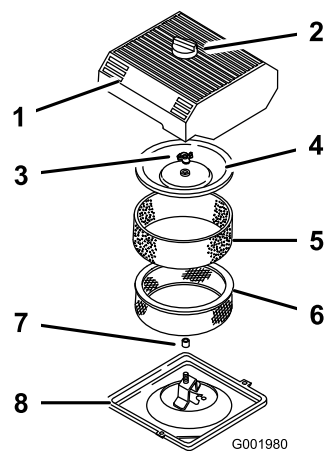

Figura 24
3. Para evitar qualquer dano, limpe à volta do filtro de ar para impedir a entrada de impurezas para o interior do motor (Figura 24).
4. Desaperte o botão existente na parte superior do filtro de ar e retire a cobertura (Figura 24).
5. Retire cuidadosamente o filtro de esponja, passando pelo filtro de papel (Figura 24).
6. Desaparafuse a porca da cobertura e retire a cobertura e o filtro de papel (Figura 24).
1. Coloque cuidadosamente o filtro de esponja, passando pelo filtro de papel (Figura 24).
3. Coloque a porca da cobertura e aperte contra a cobertura (Figura 24).
4. Coloque a cobertura do filtro de ar e o botão (Figura 24).